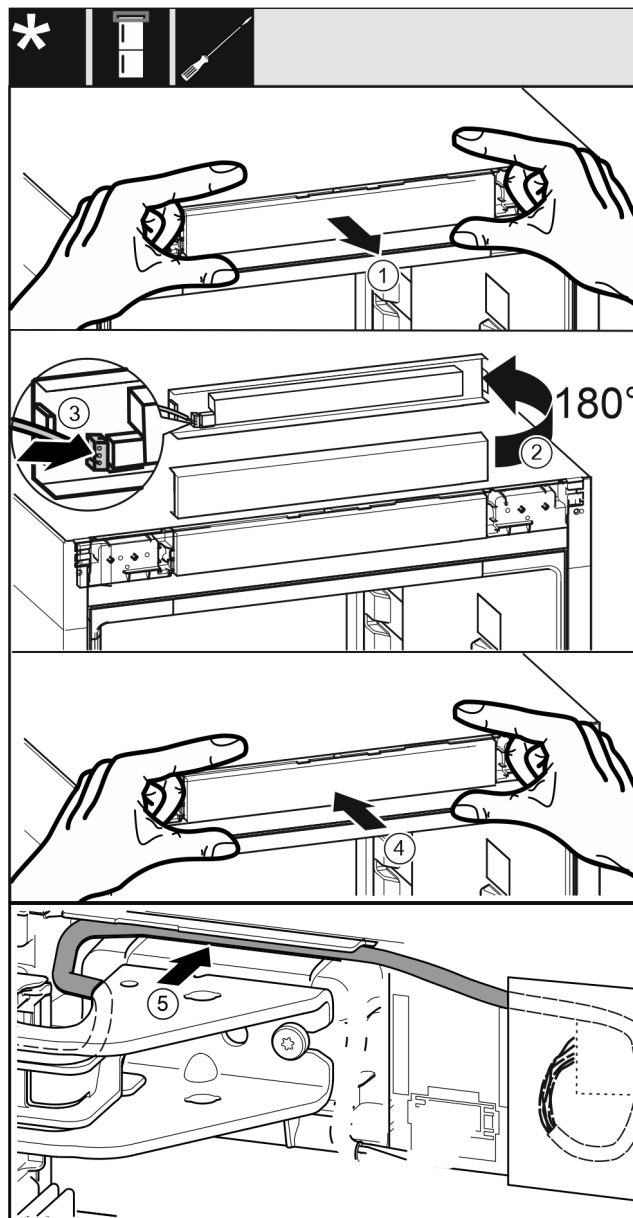

Fig. 57
- Bedienblende Fig. 57 (1) vorsichtig herausnehmen.
- Bedienblende Fig. 57 (2) um 180° nach oben drehen.
- Stecker Fig. 57 (3) an der Bedienteilblende einrasten.
- Bedienblende Fig. 57 (4) wieder am Gerät einrasten.
- Kabel Fig. 57 (5) vorsichtig in der Führung über dem oberen Lagerbock verlegen.